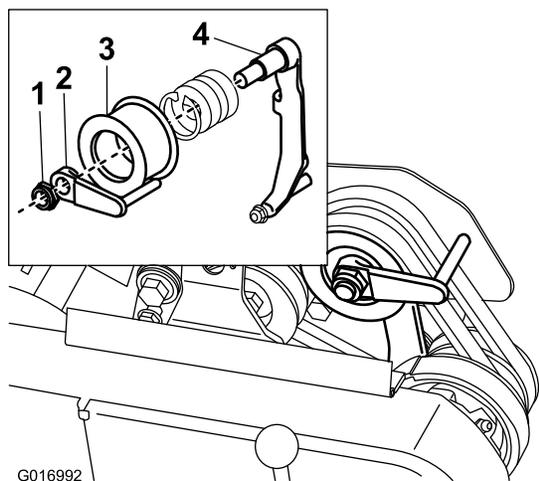

Рисунок 44
8. Для облегчения перемещения машины толканием или буксировкой с заглушенным двигателем отрегулируйте направляющую ремня (Рисунок 44, врезка) следующим образом: